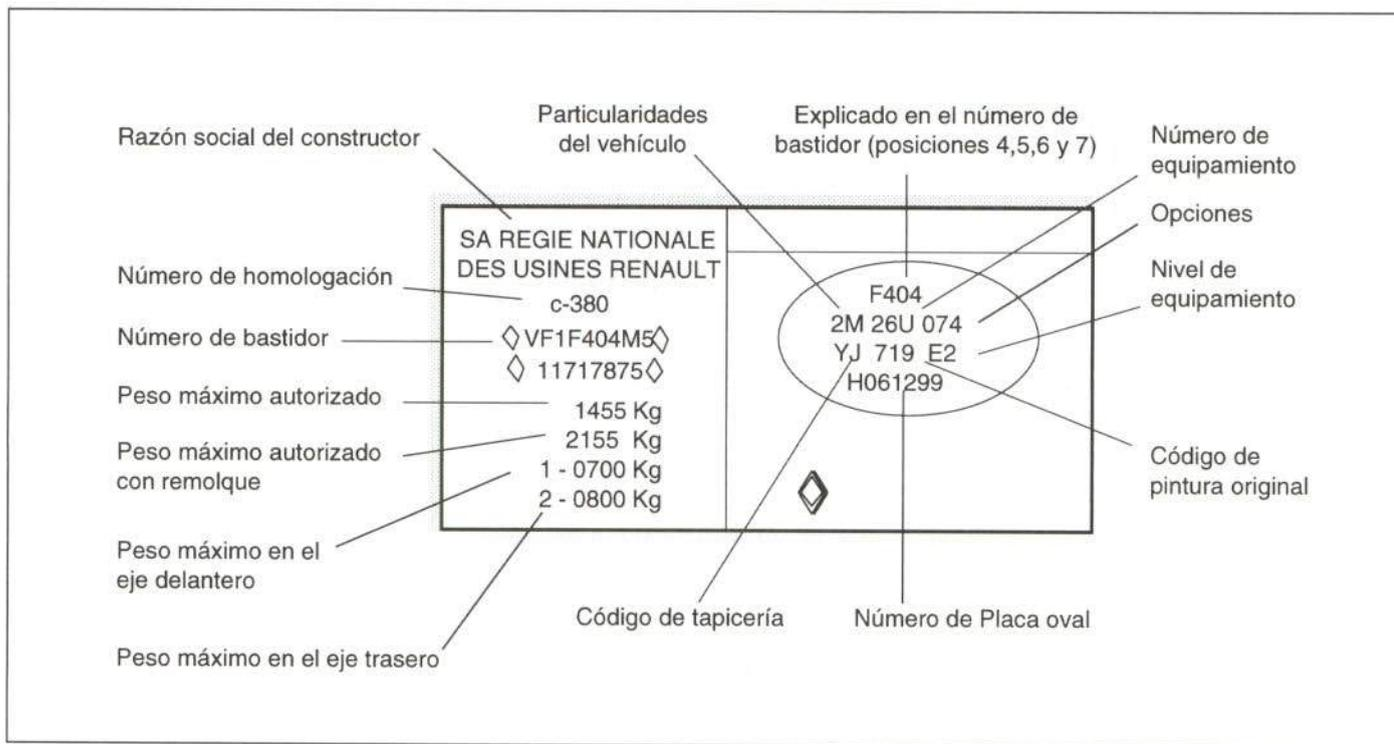

Figura 2.- Placa del constructor
• La placa del constructor se encuentra situada en el pase de rueda delantero derecho. En la figura 2 se indican los datos recogidos en dicha placa